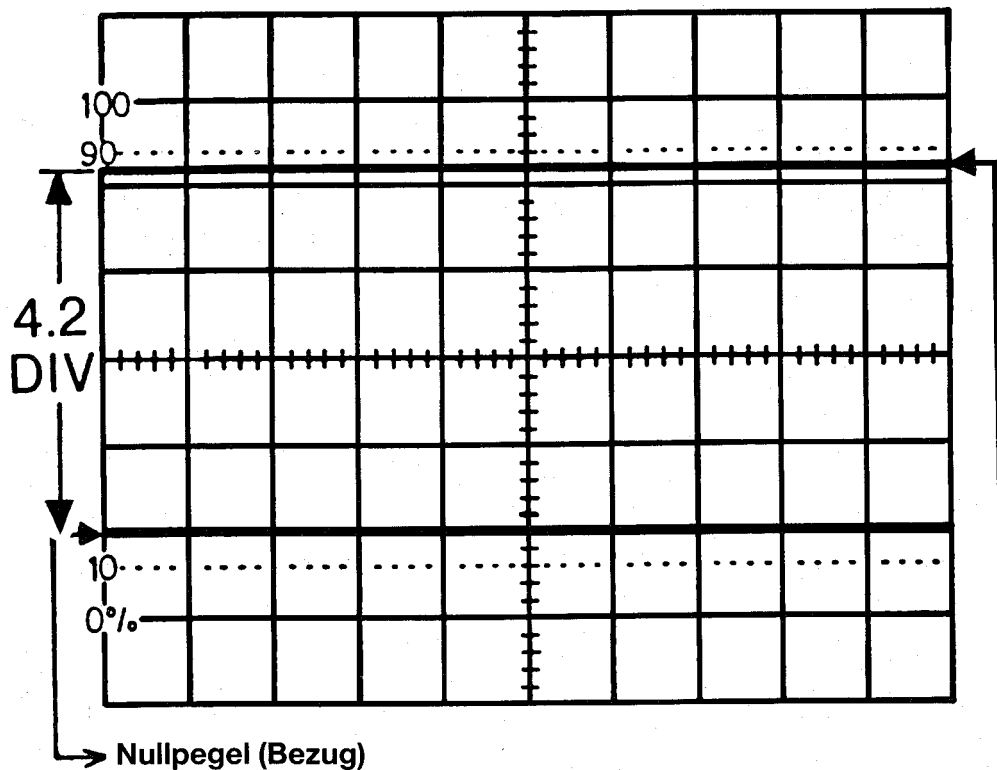

Abb. 4.5
5. Die Basislinie wird nun durch die anliegende Gleichspannung verschoben. Multiplizieren Sie die Anzahl der Kästchen mit dem eingestellten Ablenkfaktor (vgl. Abb. 4.5): Bei einem Wert von 50 mV/DIV und der im Beispiel von $4.2 \text{ DIV} * 50 \text{ mV/DIV} = 210 \text{ mV}$.